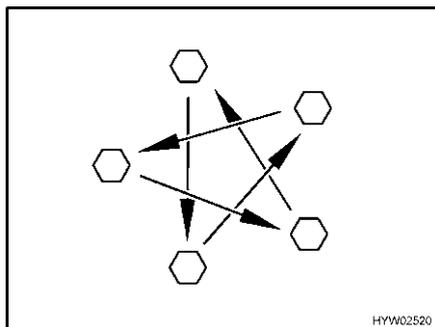

Fig. 289 Serrare a croce i dadi o i bulloni delle ruote
- Controllare regolarmente il serraggio dei dadi o dei bulloni. Regolare a croce (Fig. 289) il serraggio dei dadi o dei bulloni di una ruota sostituita dopo circa 50 km.
- ▷ Serrare a croce i dadi o i bulloni delle ruote (Fig. 289).